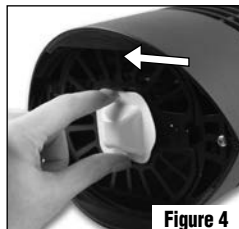

Figure 4
- Le socle de tous les modèles de série BK incorpore un porte-appât. Glissez simplement l'appât dans le porte-appât avec le côté d'octénol exposé orienté vers l'intérieur de l'appareil (Figure 4). L'appât devrait être bien assujéti et les pattes de tension devraient le maintenir fermement.